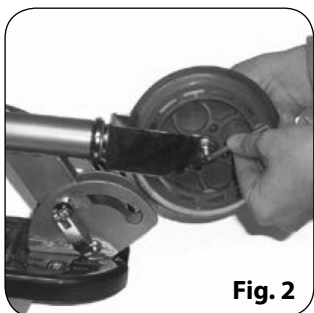

Fig. 2
3. Закрепите переднее колесо с помощью прилагаемых инструментов, закрутив гайку/болт переднего колеса. См. Fig. 2